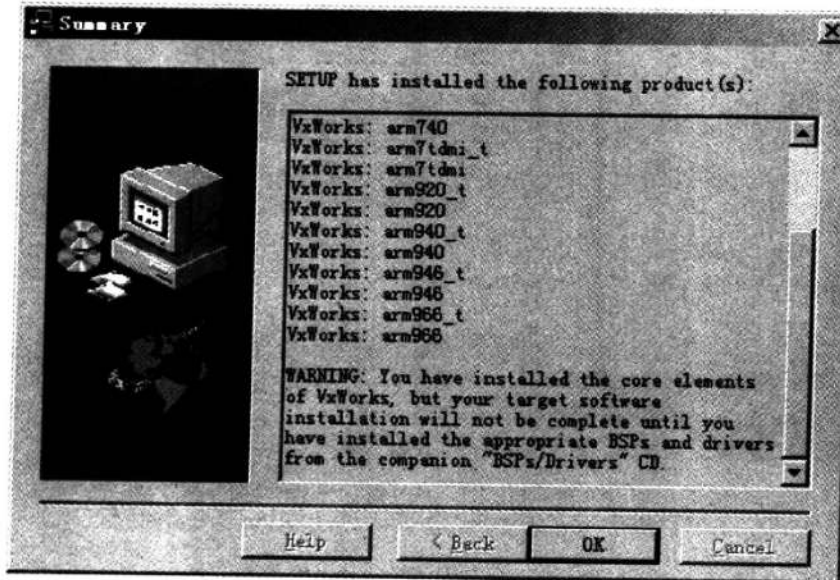

图 3-10 安装报告
- ⑨ 文件拷贝完毕后,系统会给出安装报告,如图 3-10 所示。